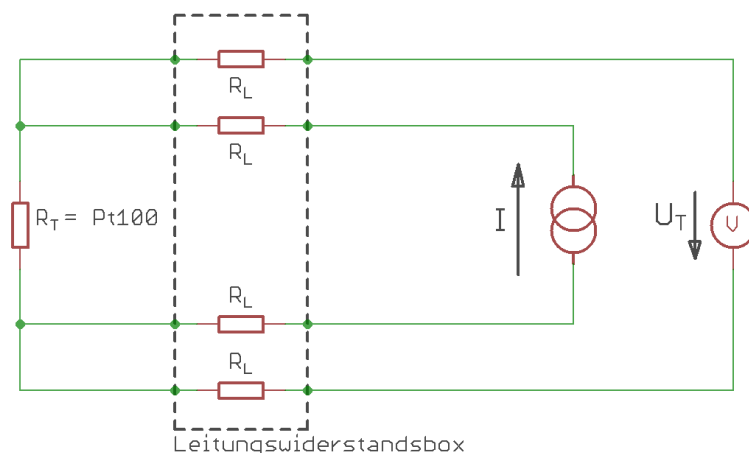

Abbildung 3: Vierleiterschaltung mit Konstantstrom-Speisung
Eine optimale Schaltung für Widerstandsthermometer ist die Vierleiterschaltung (Abb. 3). Hier gehen weder die Leitungswiderstände noch die Änderungen der Leitungswiderstände in die Messung ein.
- 2) Messen Sie die Spannung in Vierleitertechnik mit Stromspeisung $I_0=10\text{ mA}$ (Abbildung 3).
Die Messung des Pt 100-Widerstandes erfolgt mit Hilfe der Vierleiterschaltung mit einer Stromspeisung von 1 mA (Abbildung 3).